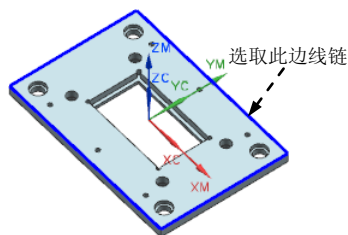

图 11.57 定义参照边线
Step3. 在“创建边界”对话框的参数采用默认选项。选取图 11.57 所示的边线串 1 为几何体边界，单击“创建边界”对话框中的 **创建下一个边界** 按钮。